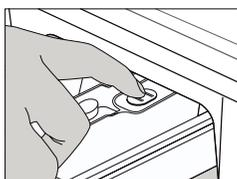

Fig.17
- Appuyez sur le levier de déverrouillage situé à l'intérieur du tiroir et tirez le vers l'extérieur. (Fig. 17)